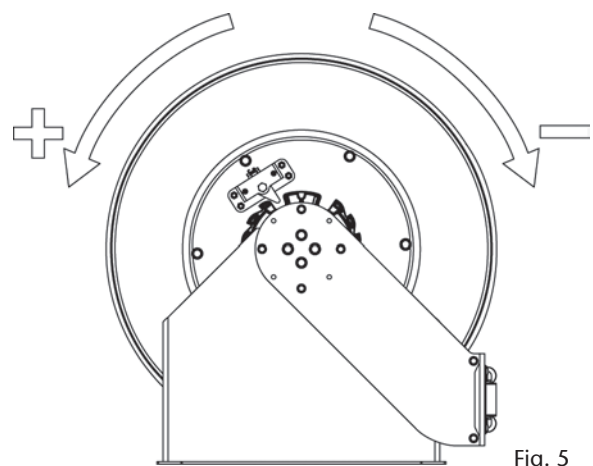

Fig. 5
6. Apply the pre-tension to the power spring by turning the spool the number of turns indicated below, depending on the power spring version and the hose length (fig. 5):
6. Aplique la pre-tensión al resorte, girando el tambor el nº de vueltas indicado, dependiendo del resorte y la longitud de manguera (fig. 5):
6. Pour appliquer la pré-tension du ressort, tourner le tambour le nombre de tours indiqués dans le tableau ci-dessous en fonction de la puissance du ressort et de la longueur du flexible (fig. 5):
6. Spannen Sie die Schlauchfeder vor, indem Sie abhängig vom Trommelfedertyp und der Schlauchlänge die angegebene Anzahl von Drehungen an der Schlauchtrommel ausführen (Abb. 5).
4. Turn the spool to increase or decrease the power spring tension (fig. 5).
4. Faites tourner l'enrouleur pour augmenter ou diminuer la tension du ressort (fig. 5).
4. Haga girar la bobina para incrementar o disminuir la tensión (fig. 5).
4. Drehen Sie die Schlachtrommel, um die Federspannung zu erhöhen oder zu reduzieren (Abb. 5).